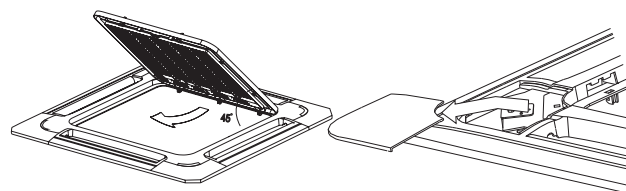

Fig. 5-10
- Levante la rejilla a un ángulo de 45 grados y retírela (véase la fig. 5-10).